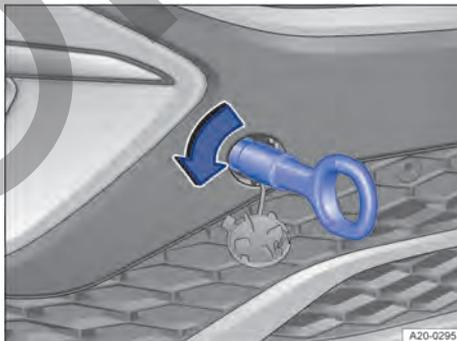

Fig. 144 En el lado derecho del paragolpes delantero: enroscar la argolla de remolque.
- Enrosque la argolla de remolque en el alojamiento → fig. 144 girándola al máximo **en el sentido de la flecha** → ⓘ. Utilice un objeto adecuado con el que pueda enrosca completa y fijamente la argolla de remolque en su alojamiento.